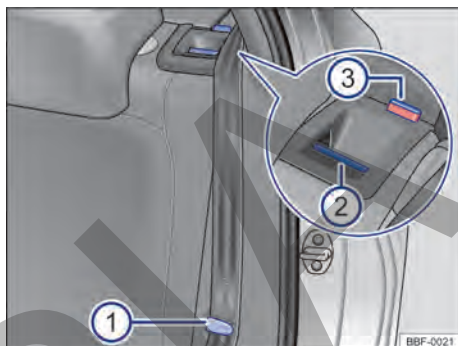

Fig. 67 En el respaldo del asiento trasero: tecla de desbloqueo.
- Encajar las bandas de los cinturones en los respectivos alojamientos en la guarnecido lateral → fig. 67 ①
- Tirar de la tecla de desbloqueo → fig. 67 ② hacia adelante y, al mismo tiempo, rebatir el respaldo del asiento trasero hacia adelante.
- La parte de respaldo del asiento trasero estará desbloqueada cuando la marca roja → fig. 67 ③ sea visible.
- La marca roja → fig. 67 ③ ya no puede ser visible.